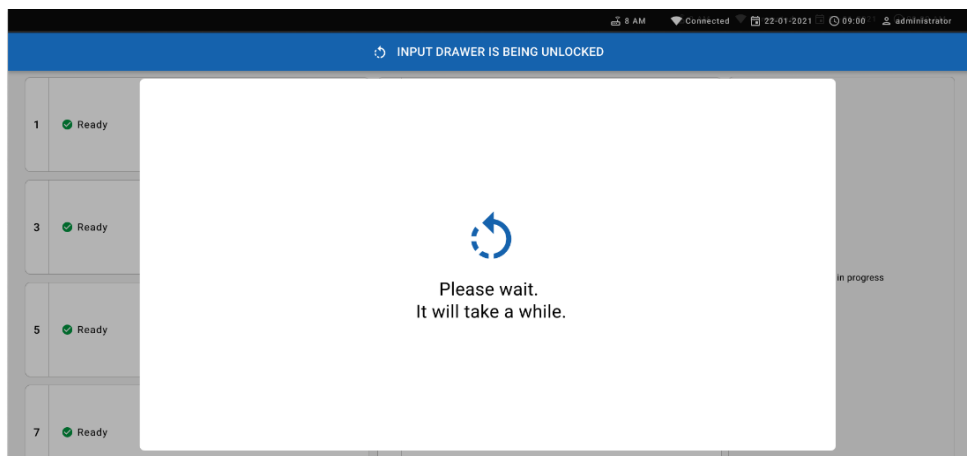

Figure 54. Boîte de dialogue d'attente du plateau d'entrée.
5. Attendez que le tiroir d'entrée soit déverrouillé (Figure 54).